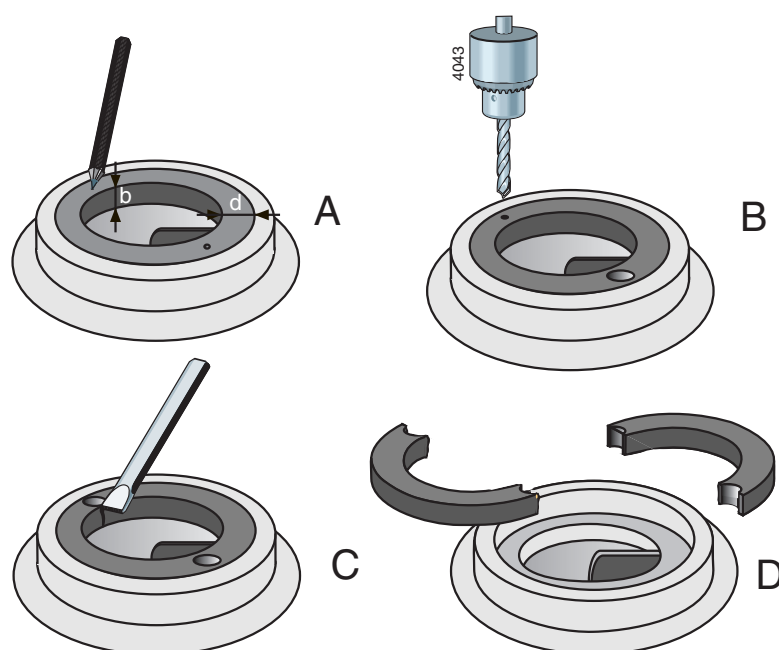

Figura 9: Rimozione dell'anello d'usura
- 1 Misurare lo spessore (d) e la larghezza (b) dell'anello. Vedere la figura 9 A.
- 2 Fare due piccoli fori diametralmente opposti nel mezzo dell'anello. Vedere la figura 9 B.
- 3 Utilizzare una punta con un diametro leggermente inferiore dello spessore (d) dell'anello. Vedere la figura 9 C. Fare attenzione alla profondità del foro in modo che non superi la larghezza (B) dell'anello. per evitare di danneggiare il bordo d'appoggio nel corpo pompa.
- 4 Tagliare lo spessore rimanente dell'anello, utilizzando uno scalpello. Quindi è possibile togliere l'anello dal corpo pompa, in due parti. Vedere la figura 9 D.